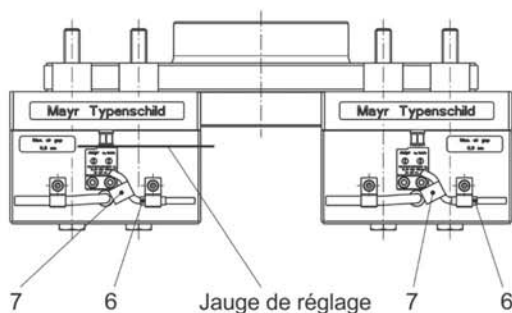

Fig. 2 (ROBA®-duplostop®)
1. Glisser l'anneau à bord d'arrêt (5) sur le filet du boulon (4).
2. Visser le boulon (4) dans le disque de freinage (B) au couple de serrage 3 Nm.
3. Placer l'interrupteur de proximité (1) complet avec plaque de fixation et visser légèrement avec deux vis à tête cylindrique (2) à travers la cale (3), de façon à pouvoir encore déplacer l'interrupteur de proximité (1).
4. Relever la cote pour la jauge de réglage sur l'étiquette (7) du câble de l'interrupteur et introduire la jauge de réglage appropriée entre l'interrupteur de proximité (1) et le boulon (4) (fig. 2/3).